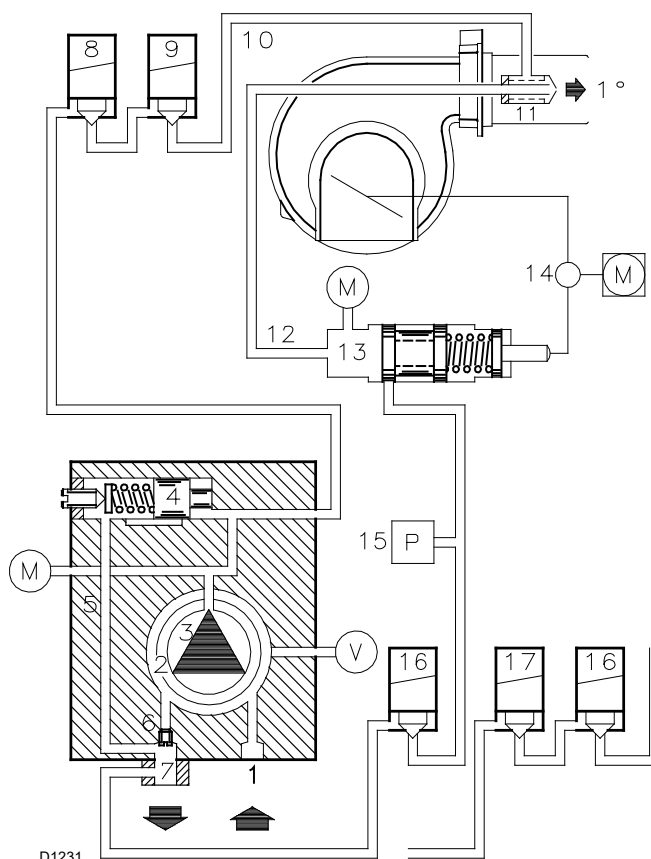

Рис. 29
Они устанавливаются на горелку с закрытым обходным контуром с помощью винта 6) (Рис. 29).
- Насос 3) (Рис. 29) всасывает топливо из емкости через трубопровод 1) и проталкивает его под давлением на линию подачи.
Обозначения (Рис. 29)